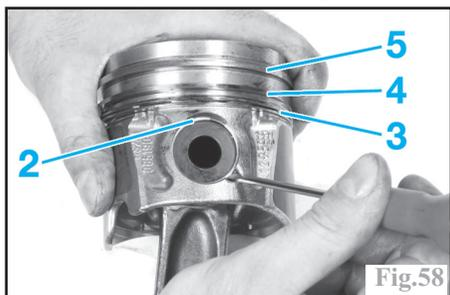

Fig.58
Monter les segments huileés sur les pistons en commençant par le segment raqueur (3) puis celui d'étanchéité (4) et enfin le segment coup de feu (5) en plaçant les marquages "Top" vers la tête du piston. Tiercer les segments à 120°, en les décalant par rapport à l'axe de piston et à la coupe du segment raqueur (Fig.58).